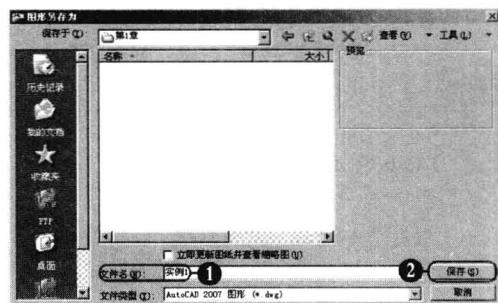

图 1-12 保存图形
**步骤 ⑫** 执行菜单【文件】/【保存】命令, 或单击【快速访问】工具栏上的 $\square$ 按钮, 将图形存储为“实例 1.dwg”, 如图 1-12 所示。